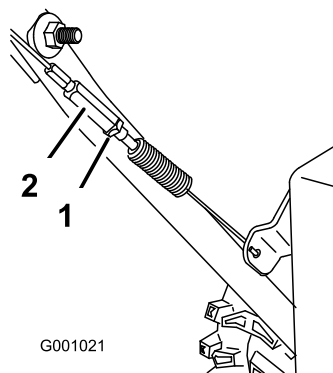

Figure 44
- Resserrez l'écrou de blocage (Figure 44).